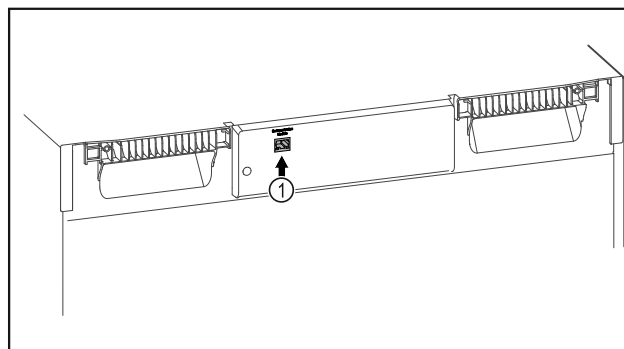

Fig. 79
- SmartModule Fig. 79 (1) is geplaatst.